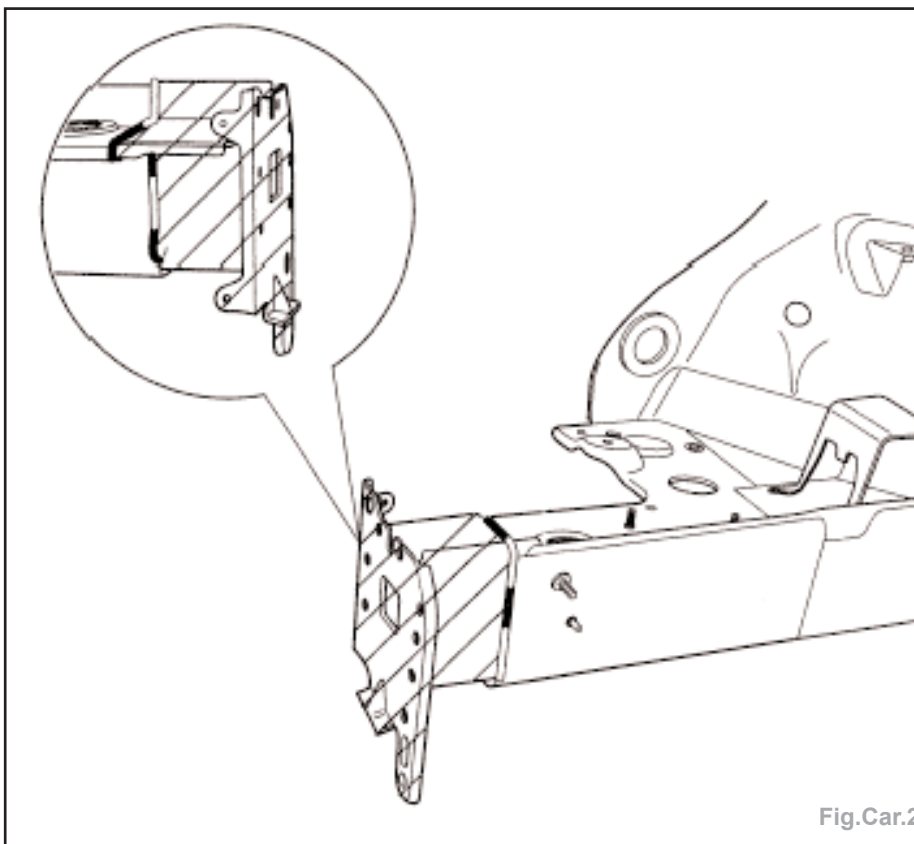

Fig.Car.2
- tracer la ligne de coupe du longeron en avant du cordon de soudure (Fig.Car.2),